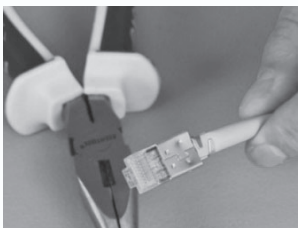

图4-51 固定屏蔽套
13) 固定屏蔽层。将金属接地线折叠到网线护套外边, 用尖嘴钳把水晶头的屏蔽层与网线固定, 剪掉多余的接地线。注意, 金属接地线必须放在屏蔽层下边, 网线与水晶头保持在一条直线上, 如图4-51所示。